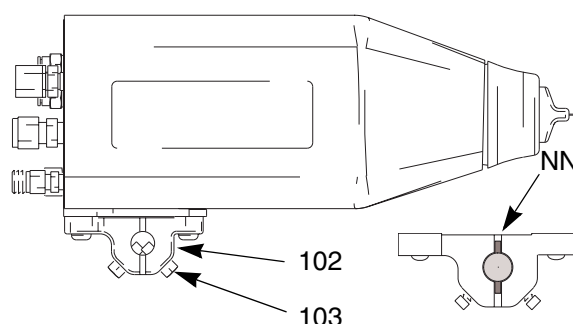

Fig. 4. Fixation
1. Desserrer les deux vis (103) de la fixation et faire coulisser la fixation (102) sur une tige de 13 mm (1/2 in.). Voir Fig. 4.
NOTE: Pour faciliter le positionnement, introduire une broche de positionnement de 3 mm (1/8 in.) dans le trou (NN) de la fixation et dans un trou de la tige. Voir le détail à la Fig. 4.